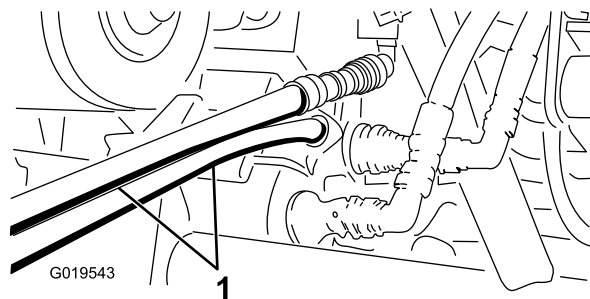

Figura 73
5. Sull'altra macchina, collegate i due tubi ai connettori che si trovano ancora nella staffa dell'accoppiatore (collegate il tubo superiore al connettore superiore e il tubo inferiore al connettore inferiore) (Figura 73).